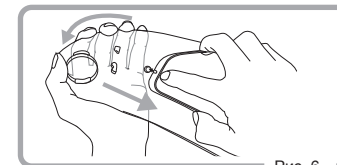

Рис. 6
2. Извлеките фирменную съёмную линзу Pinlock® из эксцентриков, разгибая визор. (Рис. 6)